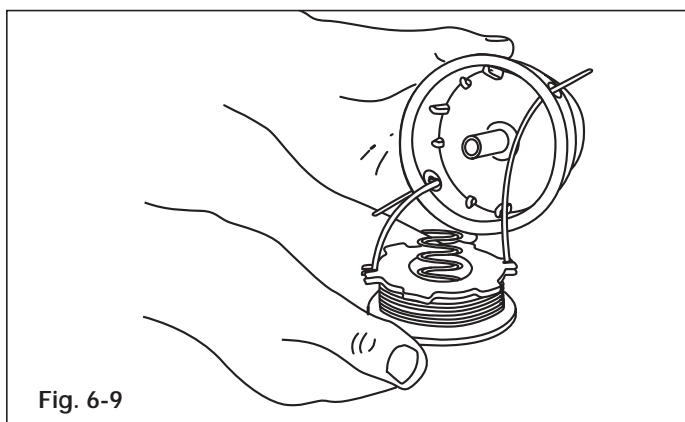

Fig. 6-9
13. Insérez les extrémités du fil dans les œillets de la bobine extérieure et placez le moulinet et le ressort dans la bobine (Fig. 6-9). Enfoncez le moulinet et la bobine ensemble. Tout en tenant le moulinet et la bobine, saisissez les extrémités et tirez fermement pour dégager le fil des fentes de retenue de la bobine.
5. Insérez les extrémités du fil dans les œillets de la bobine extérieure (Fig. 6-9).